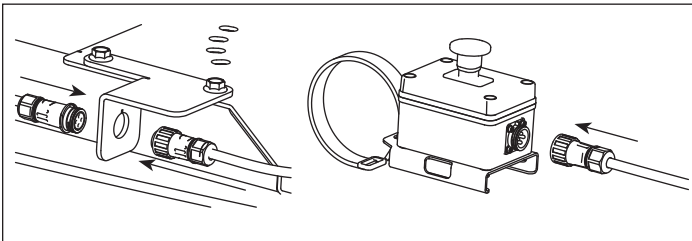

Figure 7
8. Raccorder le câble de la flèche au commutateur du boîtier de commande d'embrayage et au carter de faucheuse. Pour le raccordement au carter, placer le connecteur du câble de carter à travers le support de protection, puis visser le connecteur du câble de flèche. Veiller à bien engager le picot du connecteur du câble de carter dans l'orifice du support de protection. Tenir le connecteur du câble de carter d'une main pour serrer le connecteur du câble de flèche d'attelage. Voir Figure 7
- a. Appuyer du pied sur la pédale de réglage de hauteur du carter. *Voir Figure 7*